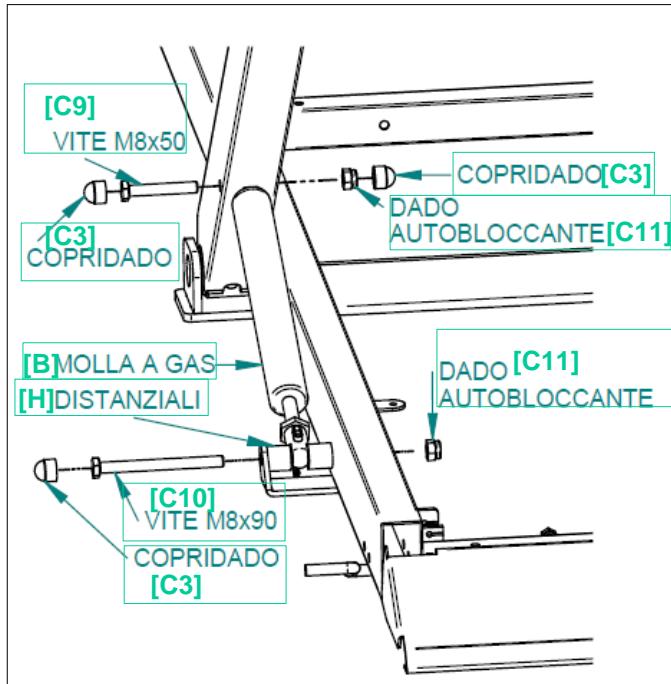

Fig. 2
- 6 Installare le molle a gas sui montanti da entrambi i lati: serrare il dado autobloccante lasciando i distanziali liberi di ruotare (Fig. 2).